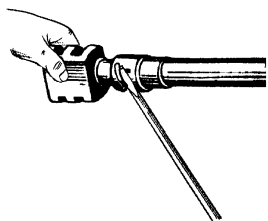

Рис. 118. Від'єднання дульного гальма
1.9. Від'єднати дульне гальмо. Для чого за допомогою викрутки 1-1x300 від'єднати від нього чеку (рис. 118), повернути дульне гальмо на  $45^{\circ}$  та зняти його зі стволу.